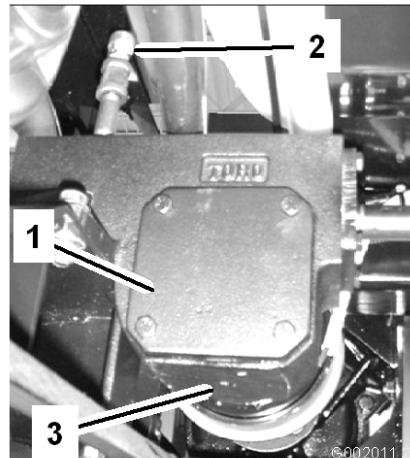

Figura 68
2. Mettete una bacinella sotto il tappo di spurgo, sulla scatola ingranaggi della trasmissione della pompa (Figura 68).
3. Togliete il tappo di riempimento ed il tappo di spurgo (Figura 68), e lasciate defluire l'olio nella bacinella.